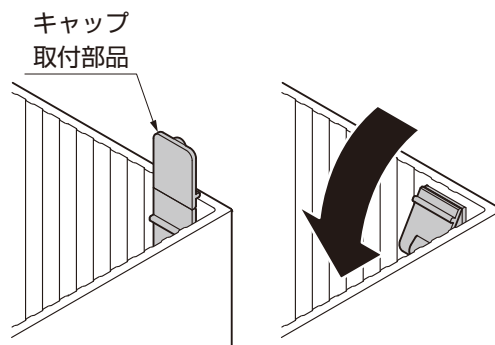

図13-6
- ③キャップ取付部品を折り曲げてください。（図13-6参照）
- ④150角キャップを150角柱にはめ込んでください。